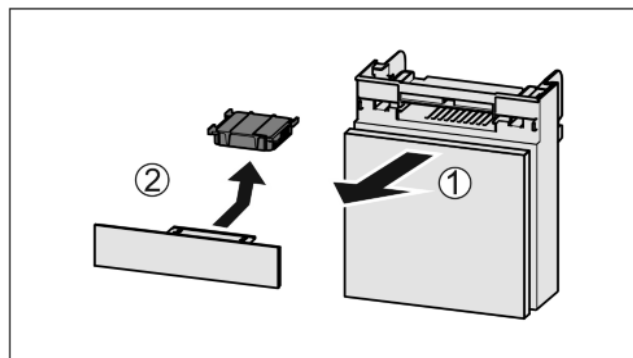

Fig. 49
- ▶ Потягніть Fig. 49 (1) відділення вперед.
- ▶ Витягнути Fig. 49 (2) фільтр з активованого вугілля.